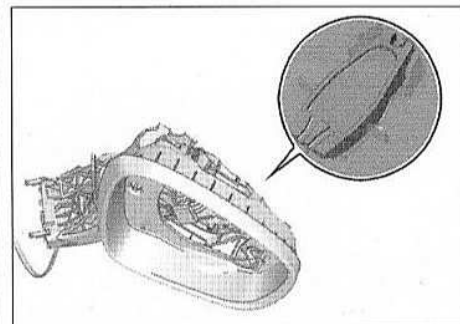

FIG.33
- Dégrafer la sonde de température extérieure (Fig.33).